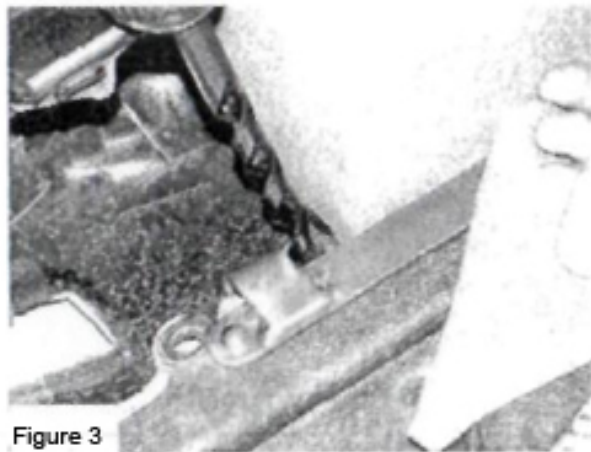

Figure 3
- Bild 3: Bohren Sie nun von der Innenseite mit einem 12 mm Bohrer analog der Bohrschablone jeweils rechts und links. Für diesen Arbeitsgang empfehlen wir zwei Personen. Achten Sie bitte beim Bohren auf genügend Freiraum zu den Sicherheitsgurten !
- Figure 3: Now drill from the inside using a 12-mm drill bit according to the drilling template, on both the right and the left. We recommend two persons for this process. Please make sure there is adequate clearance to the seat belts while drilling!